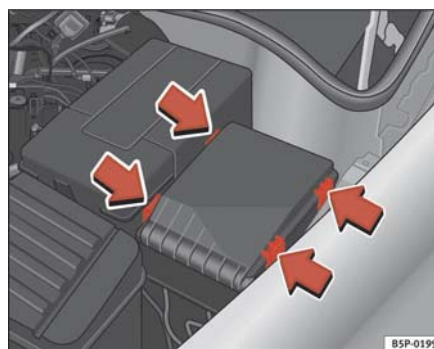

Fig. 164 Tapa de la caja de fusibles en el compartimiento motor
- Retire la tapa de fusibles del compartimiento del motor haciendo presión sobre las lengüetas hacia el centro de la tapa ⇒ página 209, fig. 164.